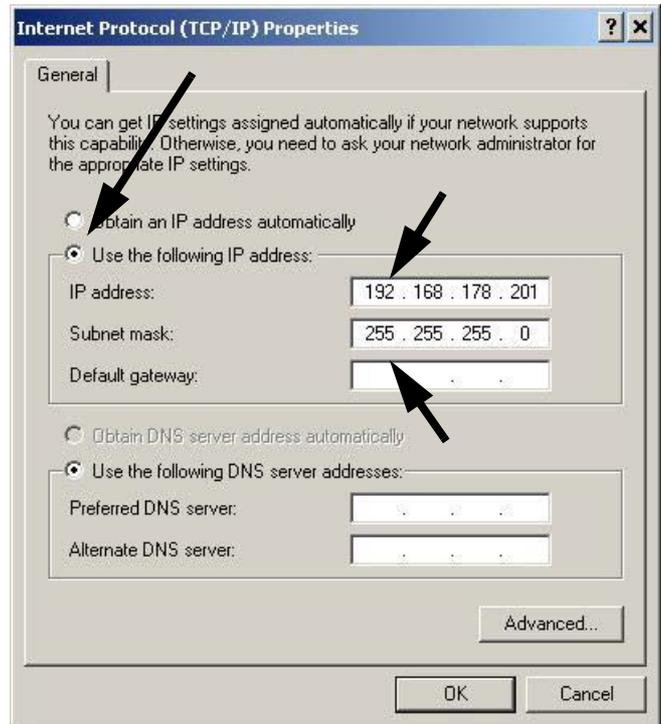

ABB. 4. Fenster „Internet-Protokoll (TCP/IP)“
- c. Gehen Sie im Fenster „LAN-Verbindungseigenschaften“ zu „Internet-Protokoll (TCP/IP)“ und doppelklicken Sie das Element, um das Fenster „Internet-Protokoll (TCP/IP) Eigenschaften“ zu öffnen. Siehe ABB. 4.
- d. Siehe ABB. 4. Wählen Sie die Einstellung „Folgende IP-Adresse verwenden:“.